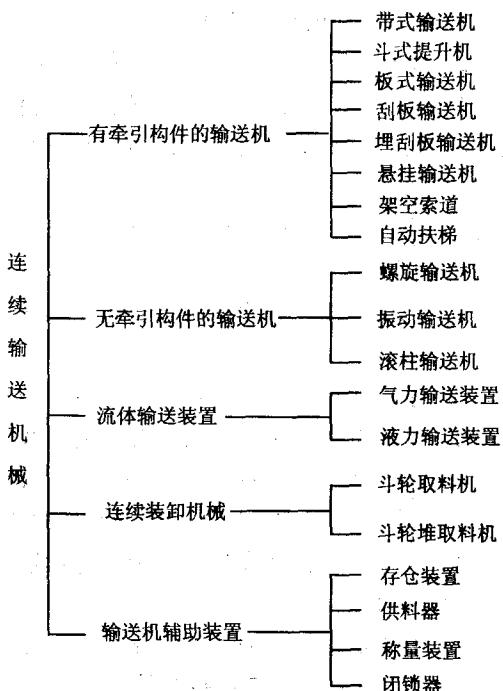

图 1-1 连续输送机械分类表
1) 有挠性牵引构件输送机的特点是：物料放在牵引构件上或与牵引构件连接的承载构件上，利用牵引构件的连续运动来输送物料。这类输送机械除具有牵引构件、承载构件、驱动装置、张紧装置以外，一般还具有装载、卸载、改向等装置，它包括图 1-1 所列的带式输送机、斗式提升机、板式输送机、自动扶梯等，它们分别采用输送带或链
2) 无挠性牵引构件输送机械的特点是：利用工作构件的旋转运动或往复运动使货物沿封闭的管道或料槽移动。它们输送货物的工作原理各自根本不同，且共性的零部件也很少，如图 1-1 所列的螺旋输送机、振动输送机、滚柱输送机等。
连续输送机械按机械输送机理可分为机械式和流体式两类。机械式的是依靠工作构件的机械运动进行输送；流体式的则是利用空气或水等的流体动力通过管道进行输送。图 1-1 所列的有牵引构件和无牵引构件的输送机械以及连续装卸机械属于机械式的，而气力输送装置和液力输送装置则属于流体式的。